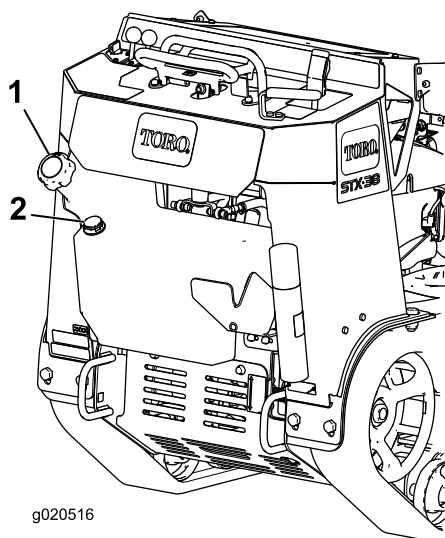

Figura 17
3. Curățați în jurul capacului rezervorului de combustibil și îndepărtați-l (Figura 17).